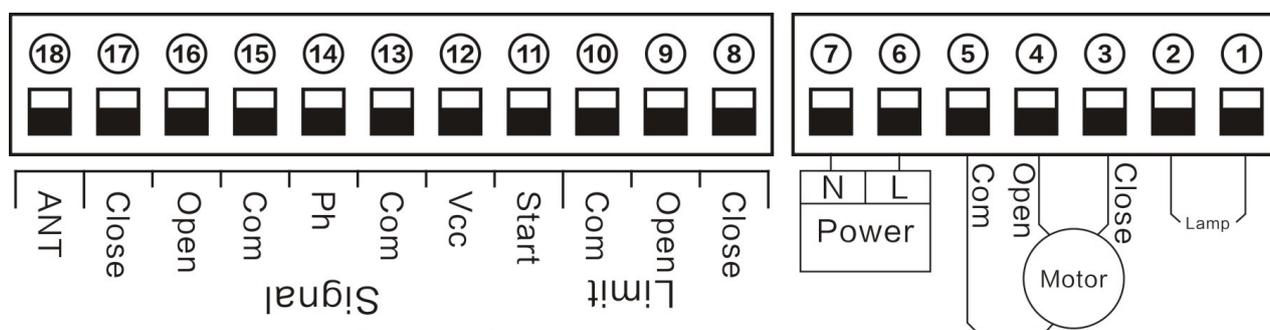

Рисунок 9
9. Схема подключений панели (Рисунок 9)
Провод клеммы ④ и провод клеммы ③ необходимо поменять местами (рисунок 9 и 10). После смены стороны открытия, убедитесь, что концевой переключатель останавливает движение ворот. Если этого не происходит, поменяйте сторону работы концевых переключателей (смотрите пункт 8.7).